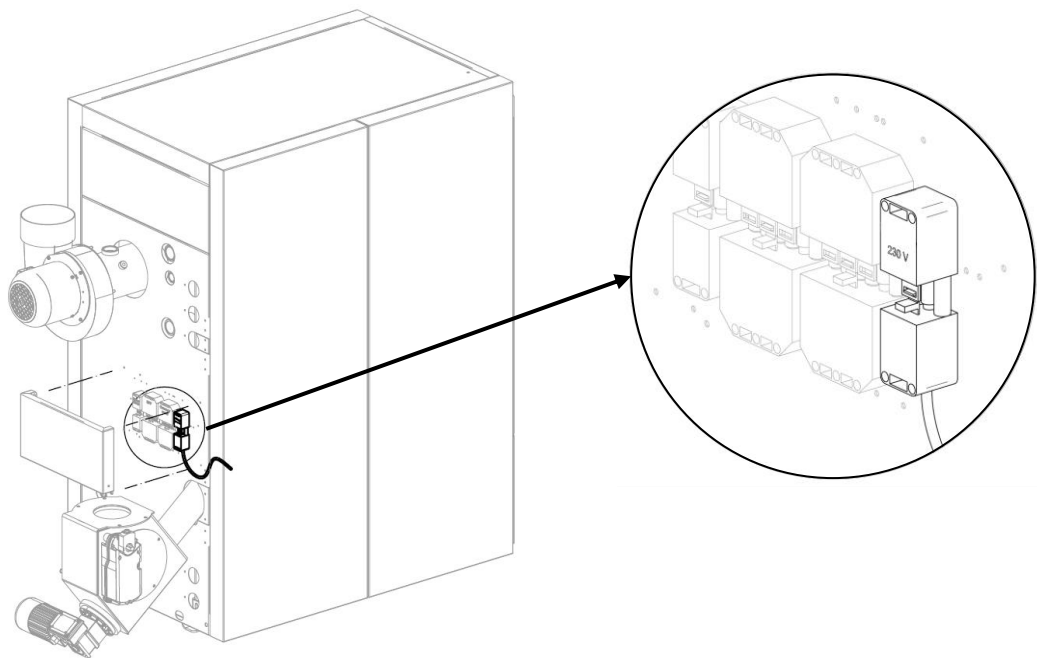

Figura 9. 1: Enchufe encendido
- La caldera debe estar conectada a la alimentación eléctrica (ver Figura 9. 1)